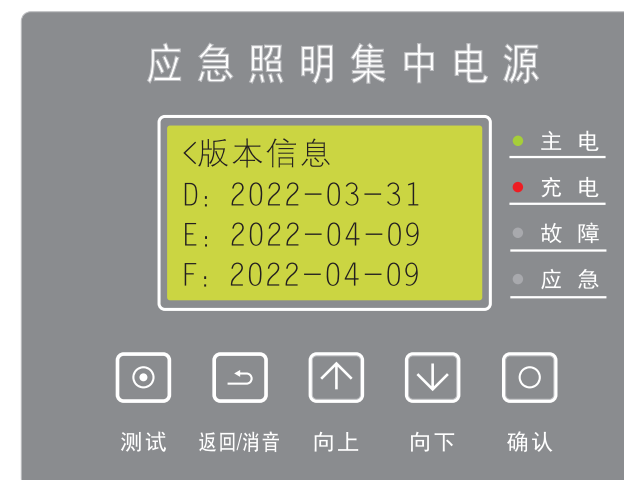

图5.29
(11)、版本信息: 在主屏时, 按【确认】键进入菜单, 按【向上/向下】选择【版本信息】按确认键进入(如图5.29)。